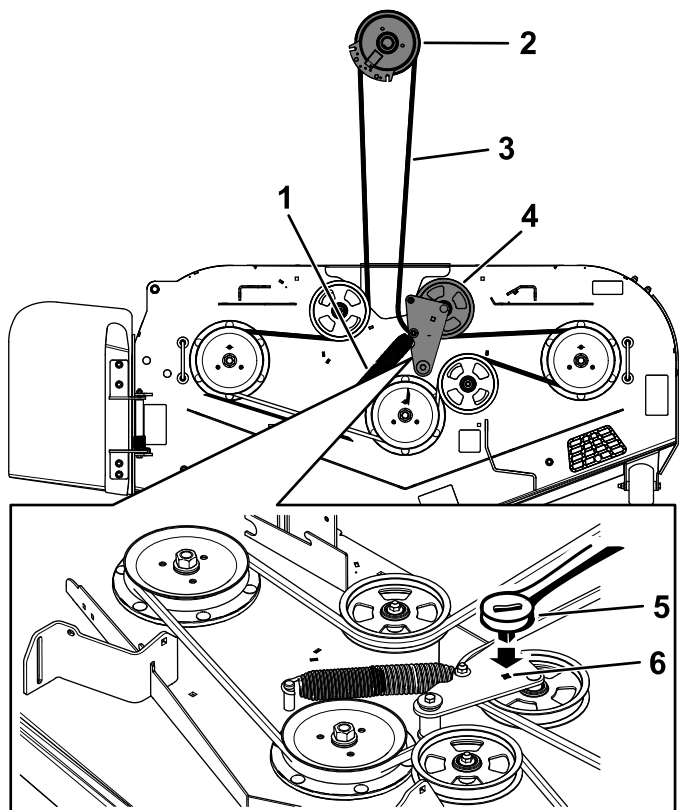

Figura 60
13. Montați dispozitivul de ghidare a curelei pe braul rolei de ghidare (Figura 60).
14. Utilizând cheia cu clichet de 3/8" în orificiul pătrat, montați arcul rolei de ghidare (Figura 60).
8. Folosiți o cheie cu clichet de 3/8" în orificiul pătrat al braului rolei de ghidare pentru a elimina tensiunea arcului rolei de ghidare (Figura 60).
10. Îndepărtați dispozitivul de ghidare a curelei de pe braul rolei de ghidare cu arc (Figura 60).
12. Montați cureaua nouă în jurul fuliilor mainii de tuns iarba i fuliei ambreiajului de sub motor (Figura 60).